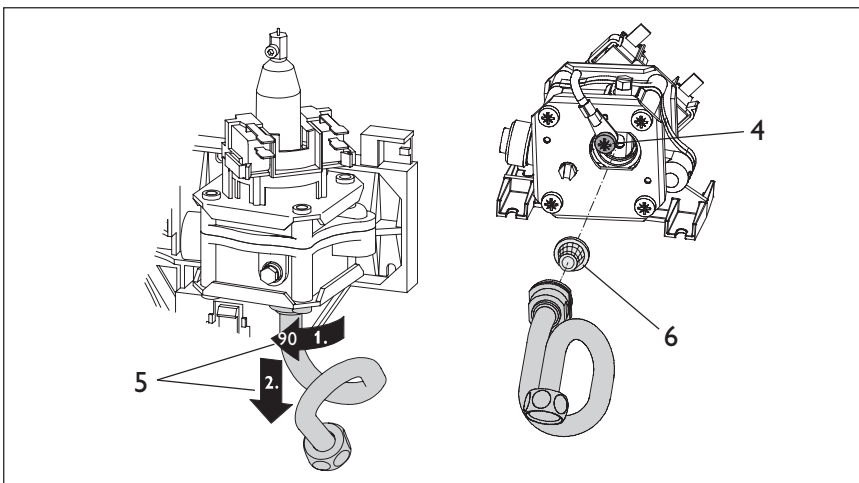

Рис. 20
– **Очистка фильтра** (рис. 20).